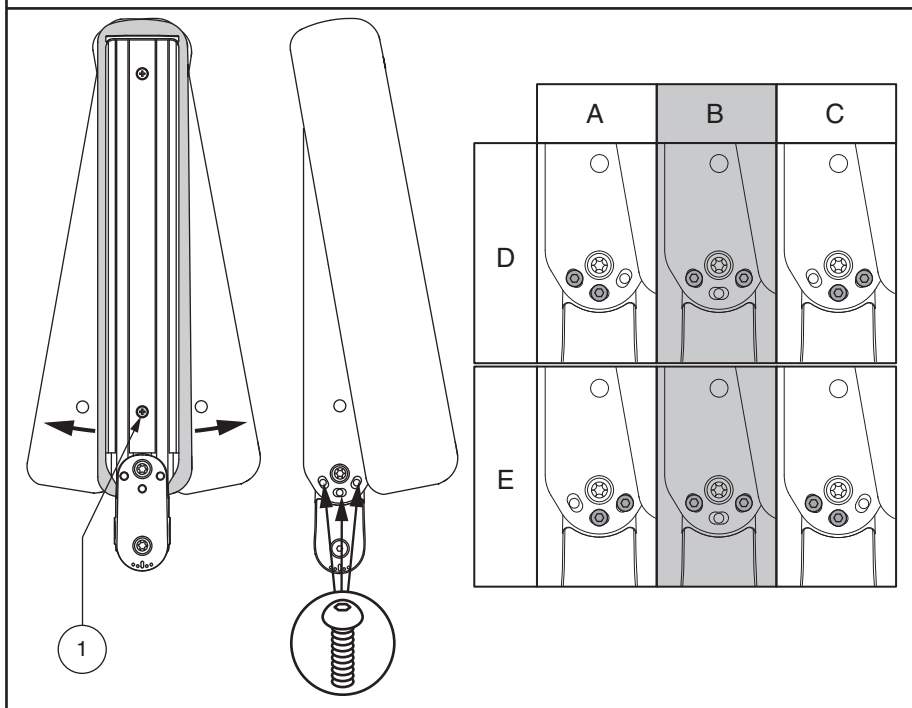

Figura 10. Ajuste del ladeado del reposabrazos abatible
2. Retire el tornillo en la parte inferior del reposabrazos y rote la almohadilla para acceder a los tornillos de ajuste. **Ver figura 10.**